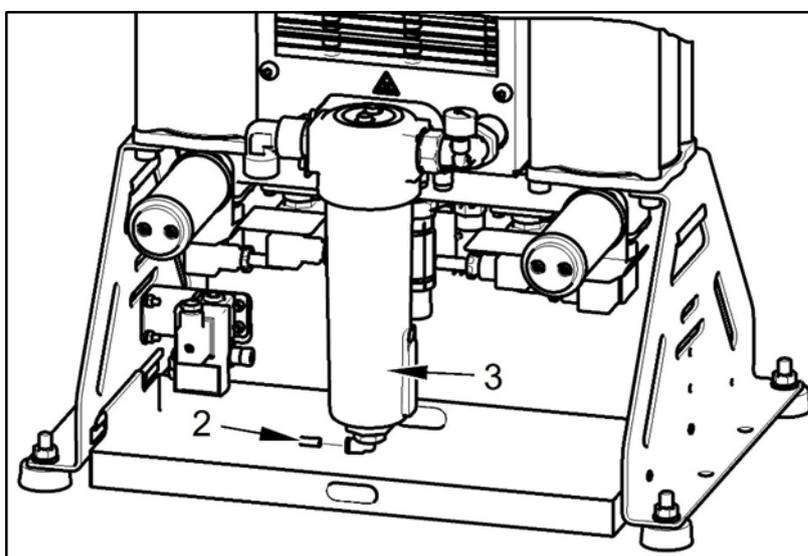

Рис. 35: Стравливание давления из охладителя и отделителя конденсата
- Отсоедините шланг (2) от нижней части отделителя конденсата (3) (Рис. 35).